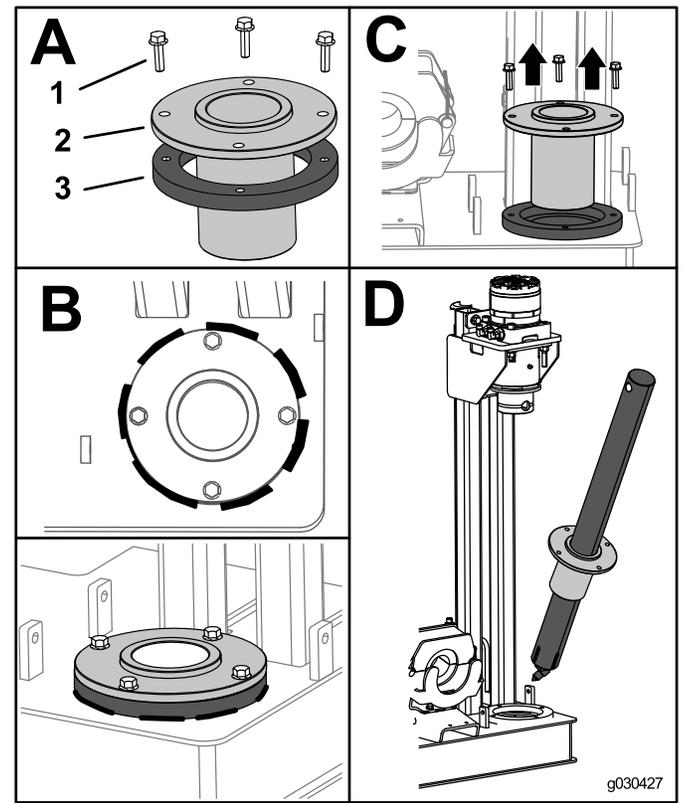

**Figure 3**
Posez les nouvelles vrilles d'ancrage en alignant le trou de chacune sur le trou correspondant du coupleur du moteur, puis fixez la vrille au moyen des joints toriques et des goupilles fournis dans ce kit (Figure 3).
- Posez les nouvelles vrilles d'ancrage en alignant le trou de chacune sur le trou correspondant du coupleur du moteur, puis fixez la vrille au moyen des joints toriques et des goupilles fournis dans ce kit (Figure 3).